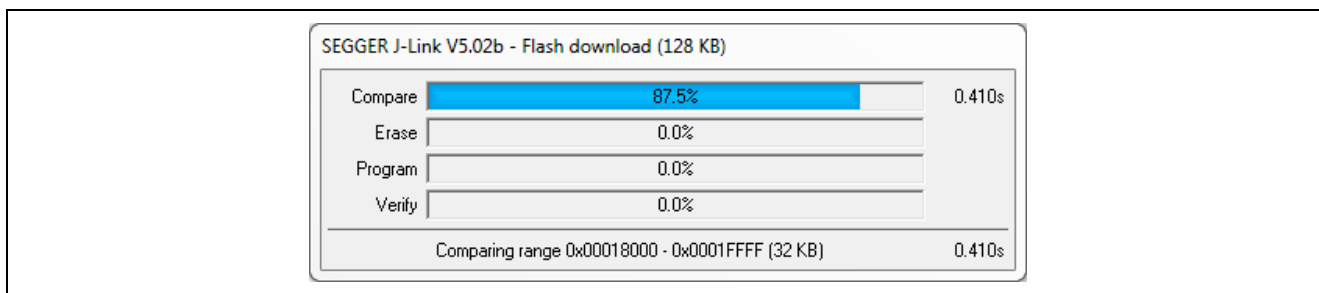

図 6 J-Link のダウンロード
5. ファイル内の Program_AE_CAP1_S3A7_BWS_App.bat をダブルクリックします。このステップの詳細については、図 6 を参照してください。
注：[J-Link firmware update]ダイアログボックスが表示された場合は、[Yes]をクリックすることを強くお勧めします。ファームウェアを更新すると、プログラミングエラーが発生することがあります。その場合.bat ファイルを再度ダブルクリックしてください。詳細は図 6 を参照してください。
5. ファイルの Program_AE_CAP1_S124_MC_App.bat をダブルクリックします。このステップの詳細は図 6 を参照してください。